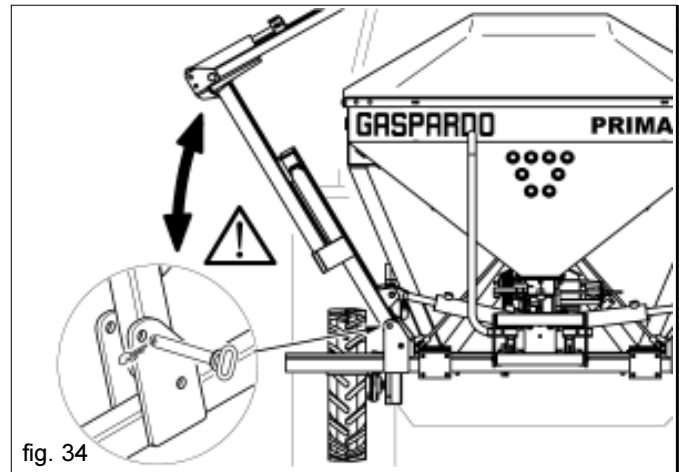

fig. 34
ATTENTION ! Retirer les pivots de sécurité et soulever complètement le semoir du terrain avant de déplacer les châssis latéraux (Fig. 34).
- Graisser les tourillons des bras pliants du châssis (Fig. 34).